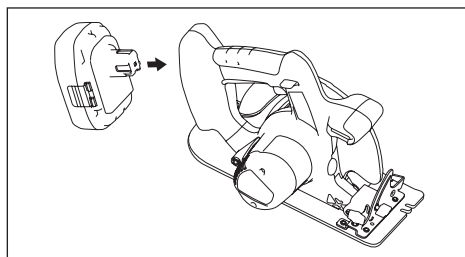

Fig. 2
1. Comment emboîter la batterie autonome: (Voir la fig. 2)